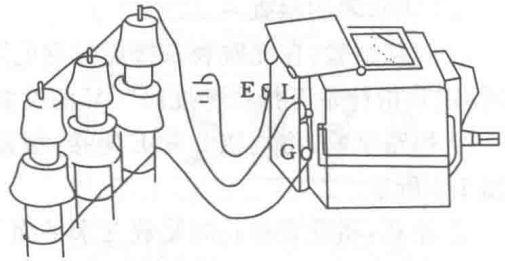

图 1-8 测量变压器各相线圈的绝缘电阻
(3) 测量变压器各相线圈绝缘电阻
① 测量变压器各相线圈对地绝缘电阻时,将绕组的导线接兆欧表 L 端的接线柱,将设备外壳和铁芯接兆欧表 E 端的接线柱,变压器瓷瓶外表接 G 端的接线柱。测量方法如图 1-8 所示。
② 测量绕组的相间绝缘电阻时,用兆欧表的 L 端接线柱和 E 端接线柱分别接任意两根导线,分别测量相间绝缘电阻。